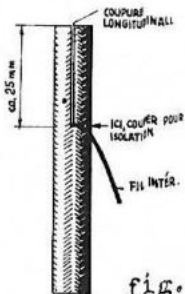

fig. 28
1. Dégager le conducteur central en coupant le câble longitudinalement sur environ 25 mm en employant un ciseau (fig. 28)
2. Sortir du câble le fil central et couper l'extrémité du câble (fig. 28)